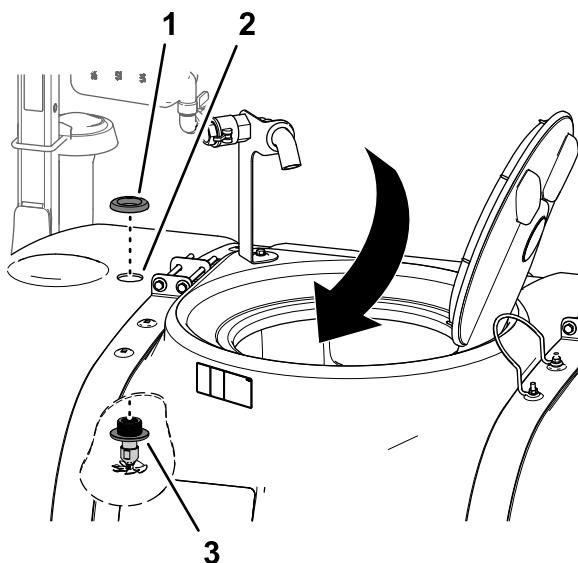

图22
3. 在喷洒药缸的前4.5cm孔处对另一个冲洗喷嘴组件重复步骤1至2 图22。